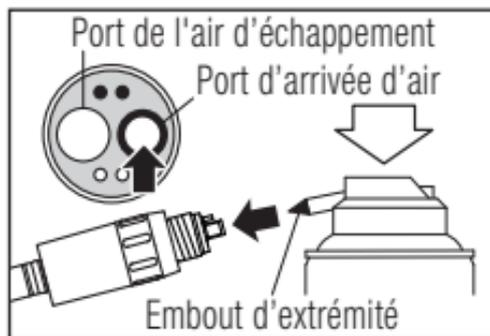

Fig. 16
- 3 Tenez le moteur et pulvérisez pendant environ 2-3 secondes. Vaporisez du lubrifiant jusqu'à ce qu'il en ressorte du port de l'air d'échappement pendant au moins 2 secondes. (Fig. 16)